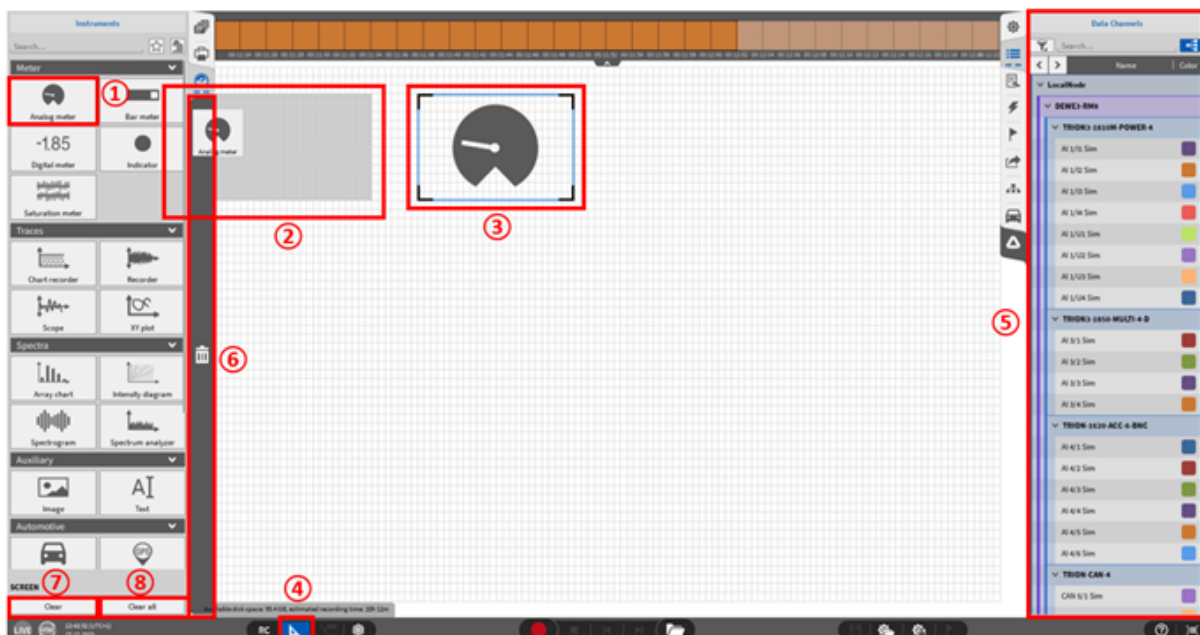

Abb. 8.1: Hinzufügen von Instrumenten zum Messbildschirm
Um ein Instrument zum Messbildschirm hinzuzufügen, Klicken Sie auf das *Instrumenten*-Menü und öffnen Sie es in der Übersichtsansicht während ein Messbildschirm sichtbar ist. Klicken Sie auf das gewünschte Instrument (①) und ziehen Sie es auf den Messbildschirm (②) an die gewünschte Position (③). In Abb. 8.1 wird eine Analoganzeige auf den Messbildschirm gezogen. Der Design Modus wird automatisch aktiviert, wenn ein Instrument hinzugefügt wird. Dies kann auch am grauen Raster und am blau markierten *Design Modus Button* (④) erkannt werden, womit der *Design Modus* auch aktiviert und deaktiviert werden kann. Im *Design Modus* kann die Position und die Größe der Instrumente